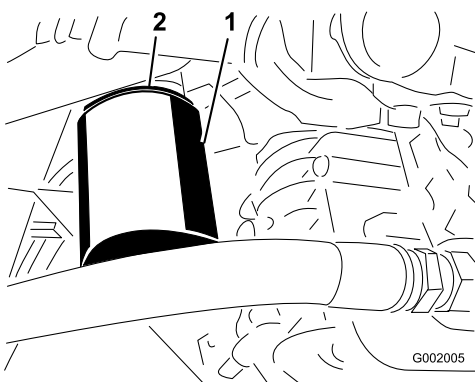

Figura 70
4. Retire o filtro (Figura 70).